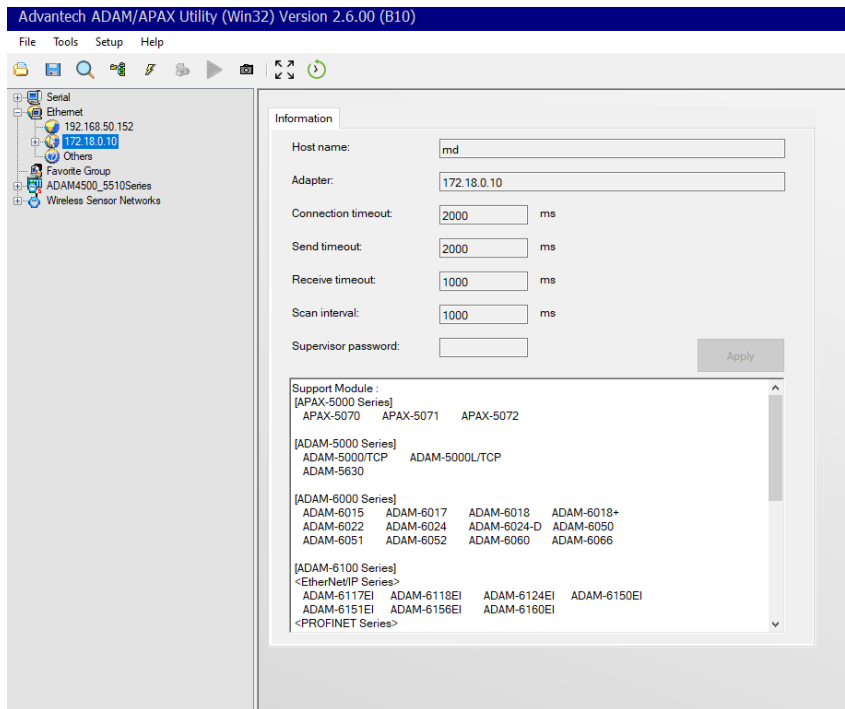

Рис. 2.12. Вікно програми ADAM APAX Utility.
2.4.2. Запустити тестову програму ADAM APAX Utility. Вікно програми наведено на рис. 2.12.